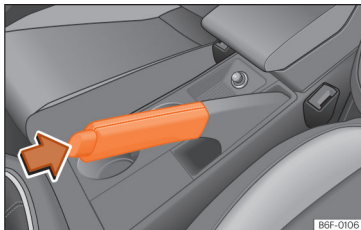

Abb. 245 Handbremse zwischen den Vordersitzen.
- Ziehen Sie den Hebel der Handbremse nach oben »» **Abb. 245**.
- Ziehen Sie den Hebel etwas nach oben, drücken Sie die Entriegelungstaste in Pfeilrichtung »» **Abb. 245** und führen Sie den Handbremshebel ganz nach unten »» **△**.